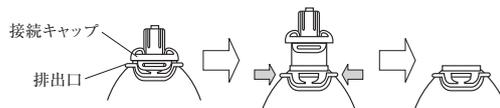

図3
- 胸水が貯留した際は、速やかに排出口の両側をつまみ接続キャップを取り外し胸水の排出を行う。(図3)